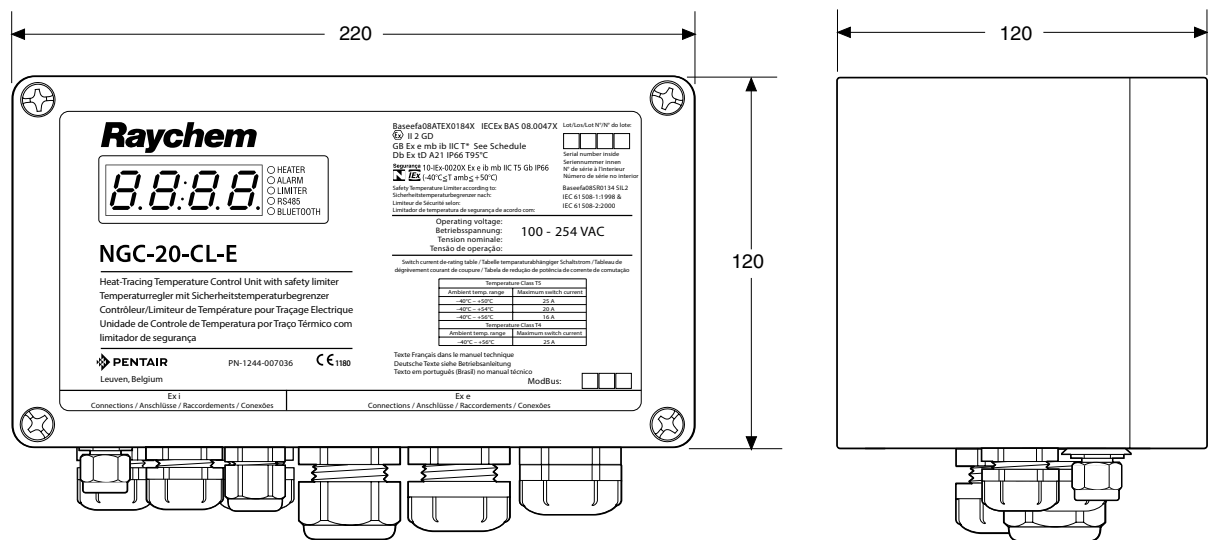

Figura 1: Dimensões NGC-20-C(L)-E
- Use duas faixas de fita de fibra de vidro para mantê-lo na posição (Figura 1).